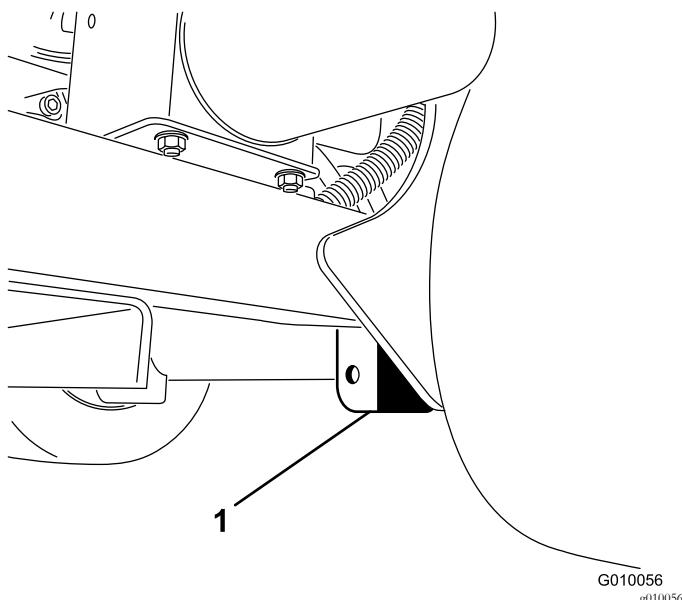

Bild 41
3. Stellen Sie den Ständer sicher unter die Rahmenplatte, sodass er sich gerade innen im Hinterrad befindet (Bild 41).